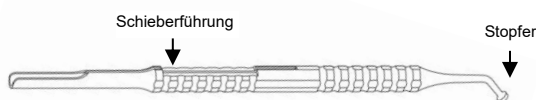

Abbildung 1
1. Montage: Kolben (Abbildung 2) mit nach oben zeigendem Schiebegriff in die Schieberführung des Instruments (Abbildung 1) einführen.
3. Demontage: Den Schieberkolben bis zum Anschlag in Richtung des Aufnahme-Endes drücken (Abb. 1, linke Seite), Griff leicht anheben und ganz herausschieben.